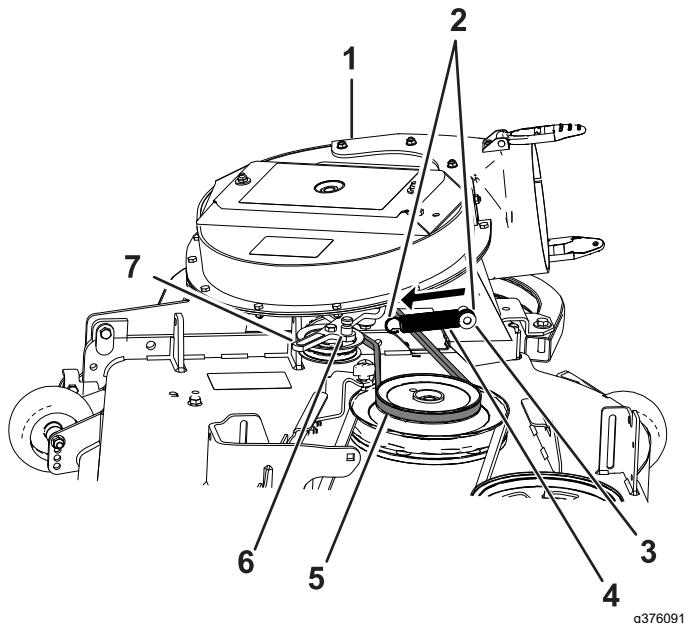

Figure 38
2. Faites passer la courroie momentanément sous la poulie d' entraînement (Figure 38).
3. Déplacez le support de pivot de la poulie de tension vers le tenon fixe du ressort et accrochez le ressort en alignant le crochet sur le tenon mobile du ressort (Figure 38).
4. Tirez sur la poulie de tension rappelée par ressort pour l'éloigner du tenon fixe et chaussez la courroie sur la poulie d' entraînement (Figure 38).